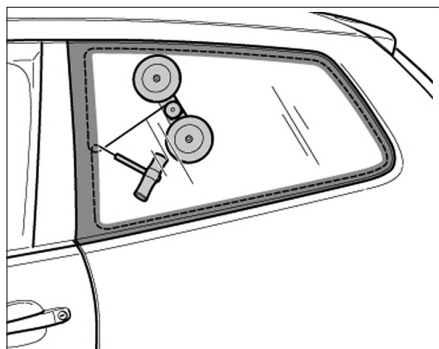

FIG. 6
- Couper le cordon de colle comme illustré (Fig.6).